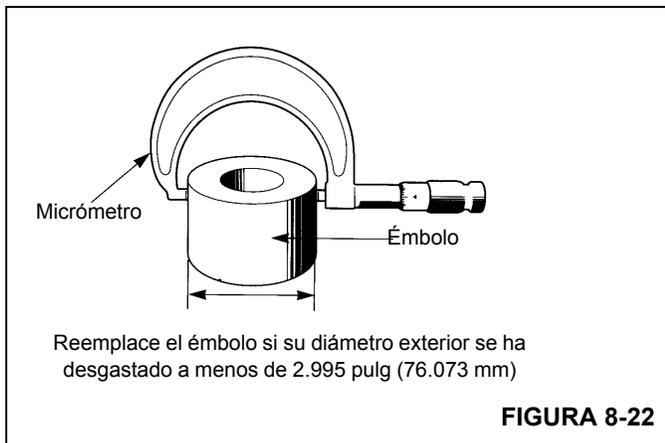

FIGURA 8-22
2. Mida el diámetro del émbolo. Reemplace el émbolo si su diámetro exterior se ha desgastado a menos de 2.995 pulg (76.073 mm). Consulte Figura 8-22.